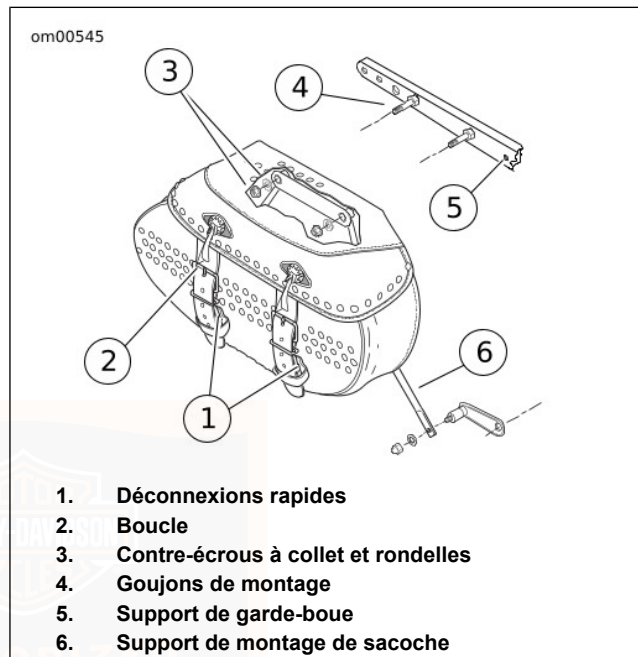

Figure 14. Ensemble de sacoche : FLSTC illustré
1. Voir Figure 14. Déboucler les lanières de sacoches.
1. Voir Figure 14. Aligner la sacoche avec les trous de montage sur le support de garde-boue.